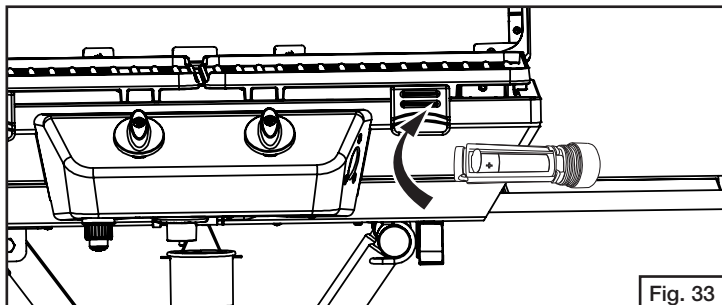

Fig. 33
- Gire en sentido de las manecillas para volver a instalar las baterías y el soporte. (Fig. 33)